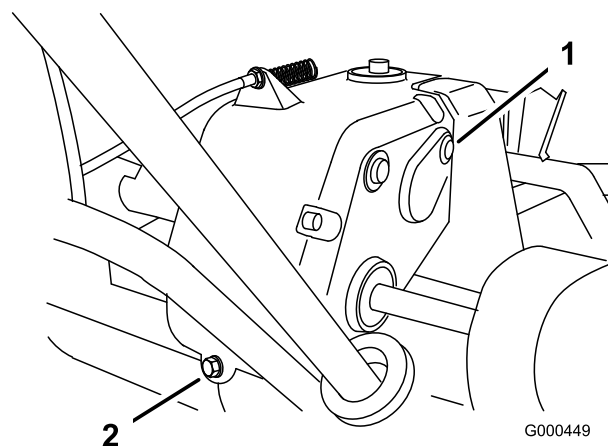

Figura 27
- Togliete il tappo di controllo e riempimento dal lato destro della trasmissione (Figura 27).